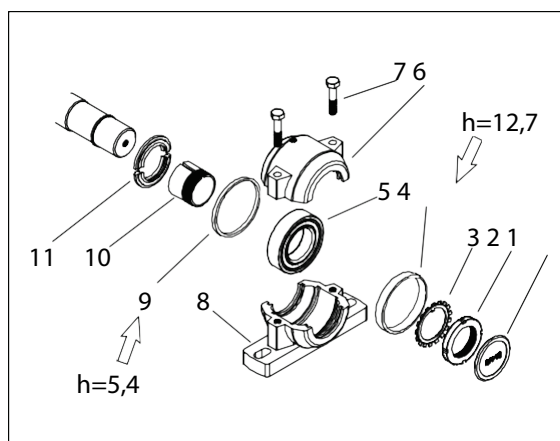

Fig. 7a. Leje, indfødningsside
2. Fjern fastgørelsesboltene M10 (7) og de øvre lejhuse (6).
5. Bøj sikringsringens klo (3) ud af hakket på akselmøtrikken, og åbn akselmøtrikken.
6. Fjern akselmøtrikken, sikringsringen, afstandsringen (4), lejet (5), afstandsringen (9) og spændekeglen (10).
7. Monter spændekeglen, afstandsringen (9) og lejet på skivens aksel. Bemærk tykkelsen af afstandsringen (9), jf. fig. 7a.
11. Bøj den ene klo på sikringsringen (3) ind i et hak på akselmøtrikken.
12. Monter den anden halvdel af støvdækslet og endepladen på lejehuset. Monter afstandsringen (4) på akslen.
1. Åbn det øvre lejehus. Se tegningen af lejehusmonteringen, (fig. 7a). Fjern gammelt fedt så omhyggeligt som muligt, og erstat med nyt fedt. Lejehuset må ikke fyldes med fedt.